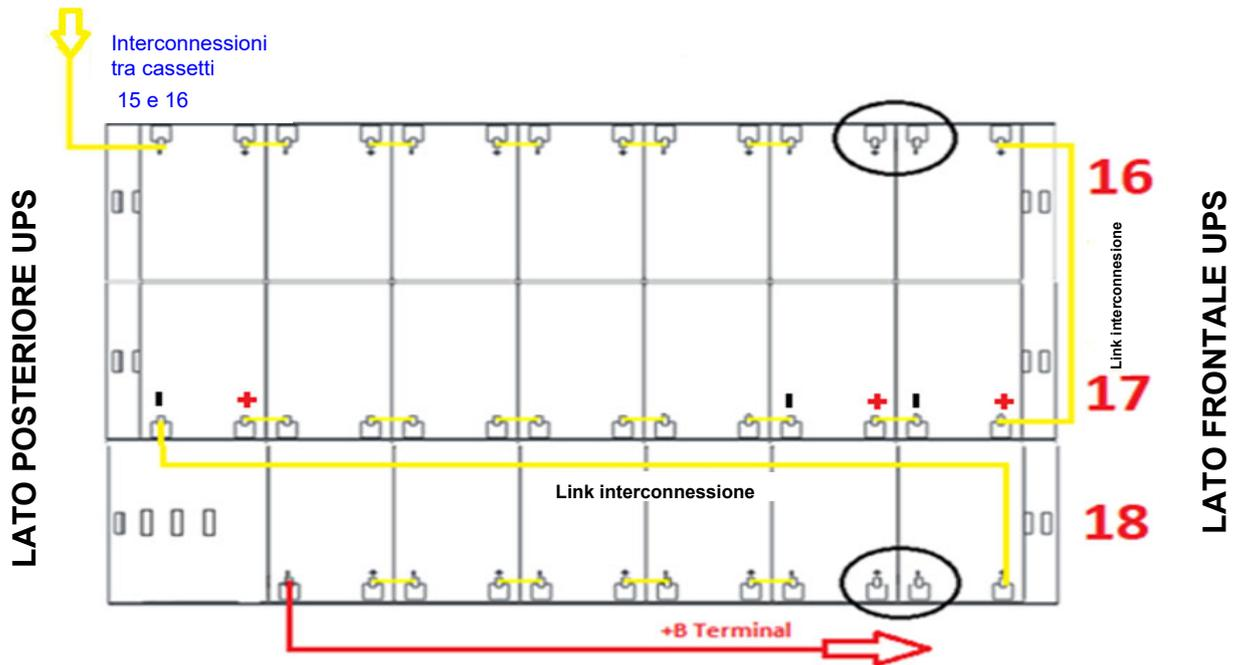

Figura 45 - Vista dall'alto piano N°6 con connessioni batterie
- 17) Inserire il cassetto n°18 rimuovendo il ponticello cerchiato e inserendo i ponticelli come mostrato nella figura 45.